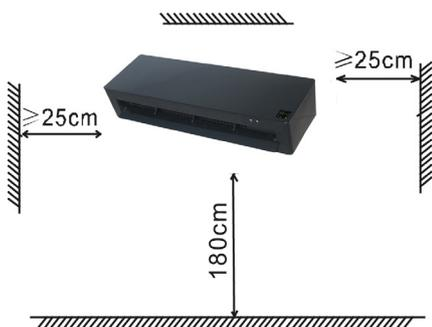

Abbildung 1
1. Suchen Sie einen Platz, um den Heizlüfter installieren (siehe Abbildung 1).